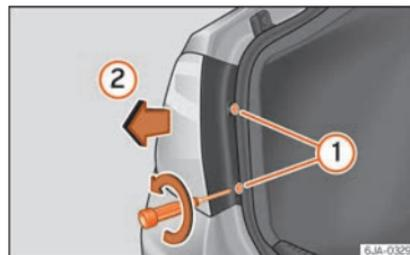

Fig. 98 Smontaggio del fanale di coda esterno.
- Con il cacciavite in dotazione o con una chiave Torx 20 (T20) svitare (girando in senso antiorario) e togliere le due viti di fissaggio della zona frontale del fanale » **fig. 98** ①, facendo attenzione a non perderle.
- Tirare all'indietro il fanale di coda (» **fig. 98** ②) fino ad estrarre il fanale dal proprio alloggiamento.